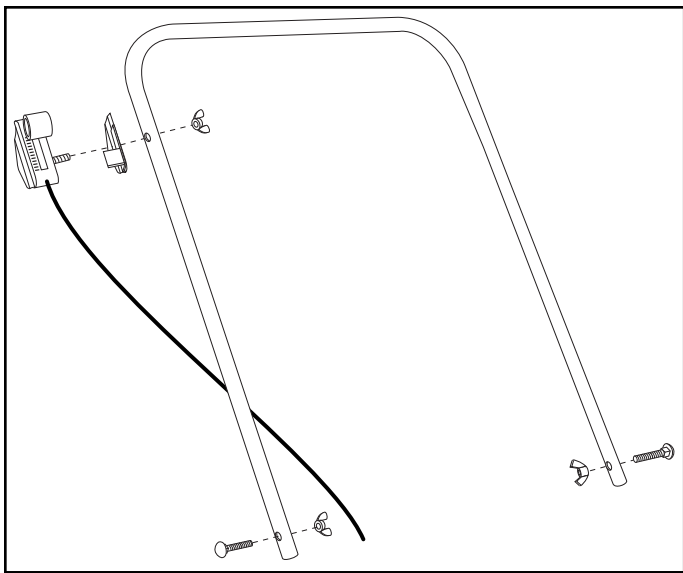

FIGURA 1
1. Instale el tubo de la manija en los tubos de las patas, usando dos pernos de carruaje de 1/4" x 2" y tuercas de mariposa de nilón. Vea la figura 1.
2. Fije el Cable de Control en el tubo de la manija, usando un perno de carruaje de 1/4" x 2" y una tuerca de mariposa de nilón. Vea la figura 1.
2. Para hacer la aplicación más fácil, haga primero el rociado en las cabeceras de los bordes más cortos del prado, creando franjas de giro en los dos extremos y, luego, rocíe entre las dos franjas el resto del prado. Vea la Figura 1.